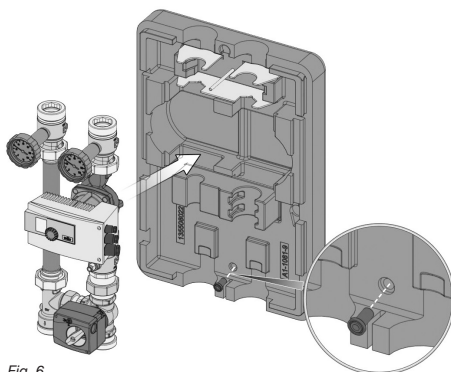

Fig. 6
7. Fixez la fixation murale (6) sur le mur à l'aide d'écrous hexagonaux de 12 mm (fig. 6).
8. Montez la partie arrière de la coquille d'isolation sur la fixation murale (fig. 6).
9. Introduisez la pièce intercalaire (8) dans le perçage inférieur de la partie arrière de la coquille d'isolation et la fixez sur le mur à l'aide d'un écrou hexagonal de 12 mm (fig. 6).
10. Placez le groupe de robinetterie (5) dans la partie arrière de la coquille d'isolation (7) et le fixez avec la plaque d'arrêt (4) et l'écrou hexagonal (3) (fig. 6).
11. Montez le bloc d'insertion (2) (en deux parties) (fig. 6).